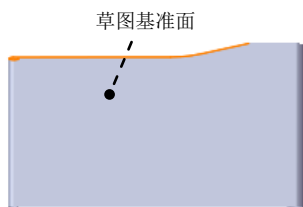

图 14.3.17 切除—拉伸 1
Step5. 创建图 14.3.17 所示的切除—拉伸 1。
(1) 选择命令。选择下拉菜单 **插入(I)** → **切除(C)** → **拉伸(E)...** 命令。
(2) 定义特征的横断面草图。
① 定义草图基准面。选取图 14.3.17 所示的表面作为草图基准面。